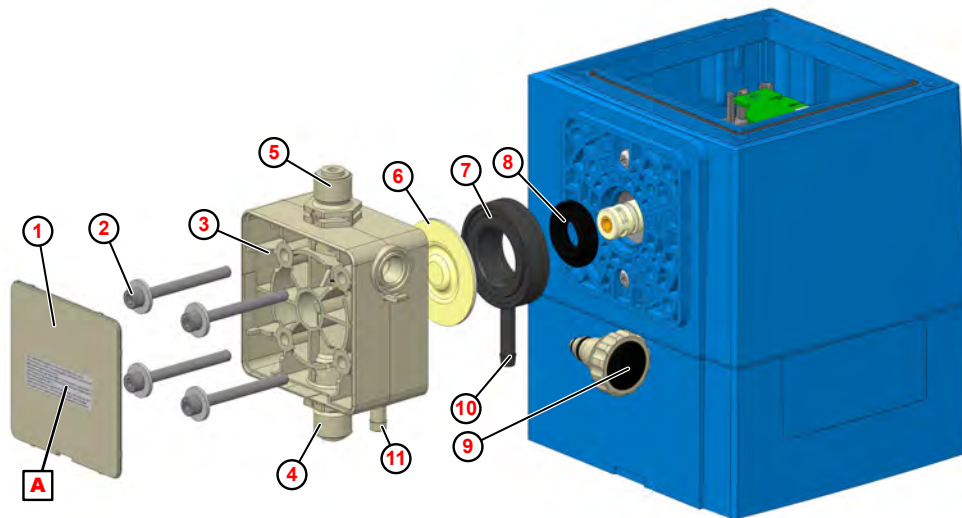

Fig. 23: Sustitución del cabezal de la bomba, la membrana y la membrana protectora
1. ➤ Destornillar las válvulas de aspiración y de descarga (Fig. 23 , ④ y ⑤).
2. ➤ Desenroscar el tornillo de purga ⑨ (sólo al cambiar el cabezal de la bomba).
3. ➤ Retirar la placa cobertora ① en el cabezal dosificador.
4. ➤ Aflojar y retirar los tornillos del cabezal de la bomba ② .
5. ➤ Quitar el cabezal de la bomba ③ .
6. ➤ Destornillar la membrana ⑥ .
7. ➤ Sacar la placa intermedia ⑦ .
8. ➤ Sacar la membrana protectora ⑧ del empujador.
10. ➤ Insertar la placa intermedia de forma que la salida de rotura de membrana ⑩ señale hacia abajo.